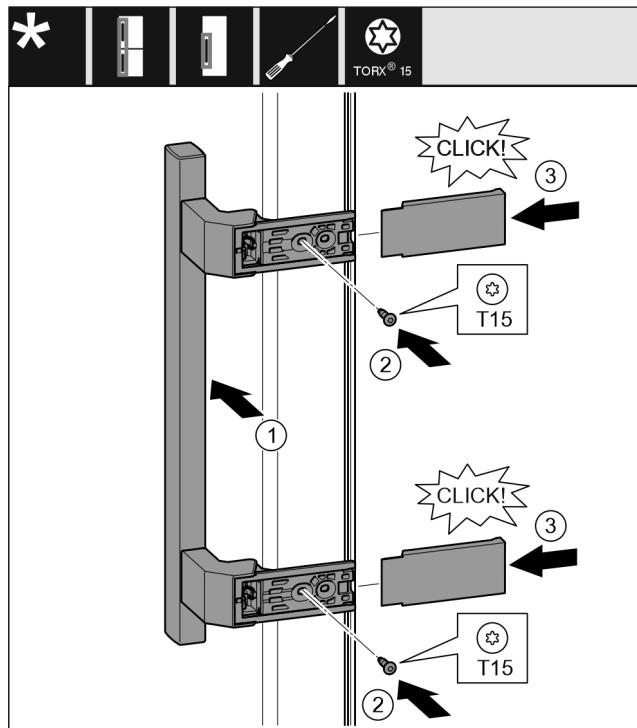

Fig. 20
- Placer la poignée du côté opposé. Fig. 20 (1)
- Serrer les vis au moyen d'un tournevis T15. Fig. 20 (2)
- Placer les recouvrements latéralement et les faire glisser. Fig. 20 (3)